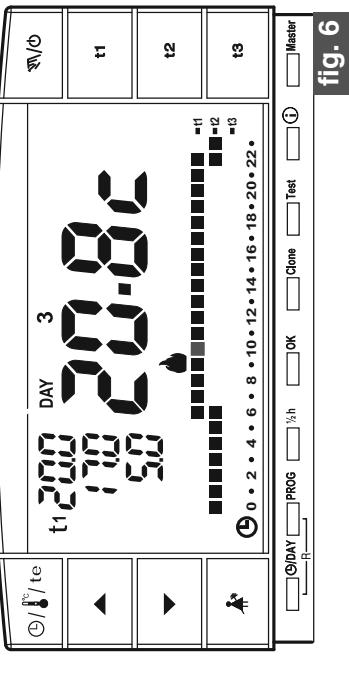

fig. 6
• En la pantalla aparecerán: el día actual, la temperatura ambiente y la escala térmica 24 horas programada con el dígito parpadeante de la hora actual (ejemplo en la fig.6).